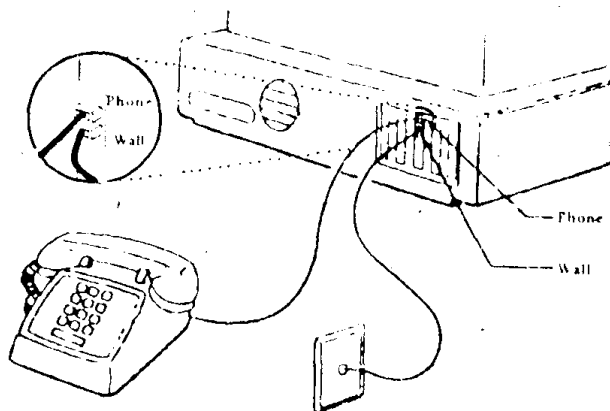

图 4-23
B. 确认电话线的另一端连接到电话上,如图 4-23 所示。
⑥测试